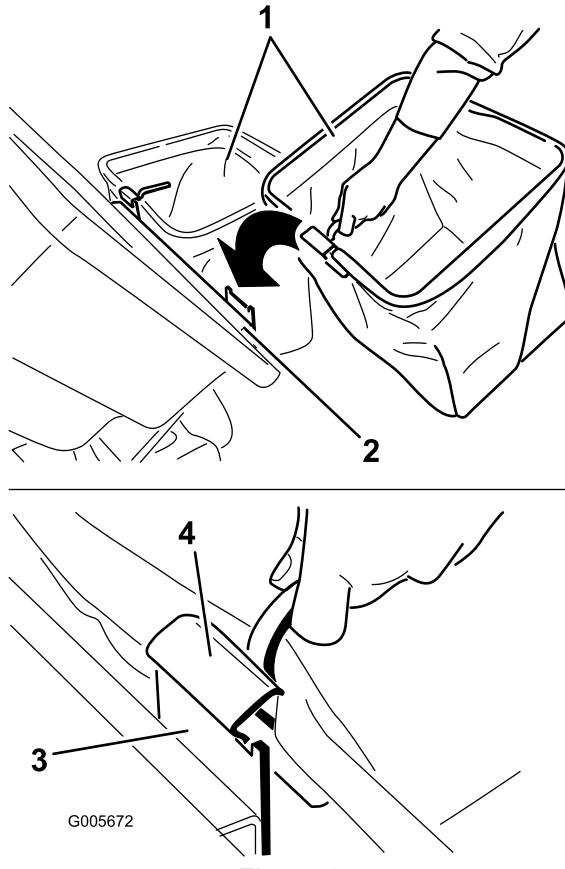

Figura 9
2. Alzate il coperchio del sistema di raccolta e inserite i cesti facendo scorrere i ganci del telaio dei cesti sulle staffe di ancoraggio (Figura 9).